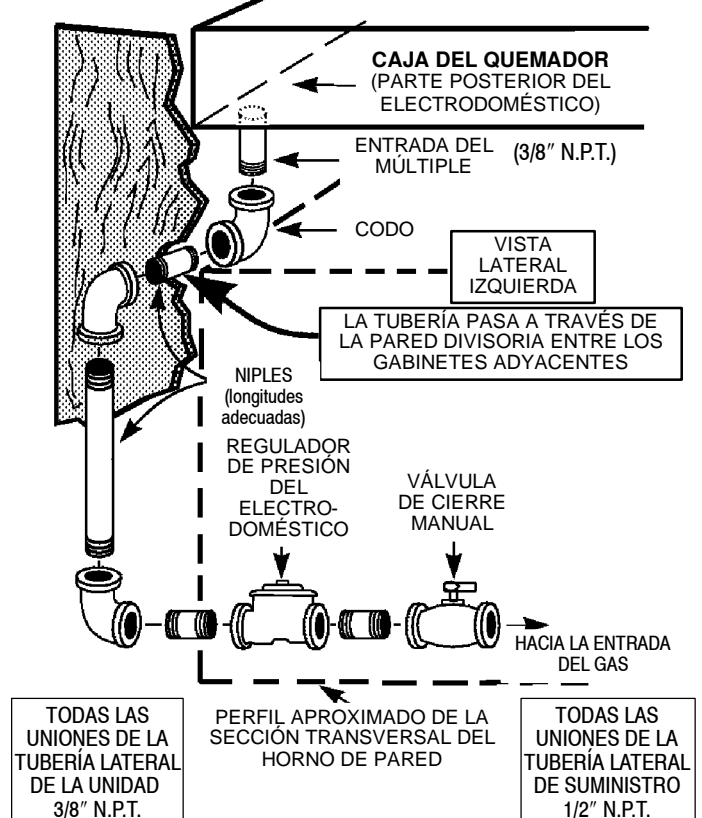

FIGURA 4
**Nota, en referencia a la Figura 4 anterior:**
- Para comodidad al prestarle servicio, se debe incluir una unión (no se muestra: disponible localmente) en la tubería ilustrada en la figura 4, en un lugar que sea más práctico para la instalación. Por lo general, un lugar práctico es en el gabinete debajo de este electrodoméstico, cerca de la entrada del múltiple, en lugar de en el gabinete adyacente.
Si el tomacorriente se montará en el gabinete adyacente izquierdo o derecho, debe proveerse un orificio libre, como se describe anteriormente, en la pared divisoria entre los gabinetes. La figura 4; página 5, ilustra una pared divisoria típica (lado izquierdo). El orificio libre (no
mostrado en la figura 4) puede ubicarse según sea conveniente en la pared izquierda o en la pared derecha correspondiente.